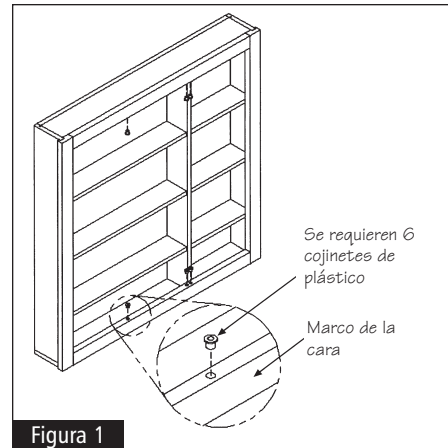

Figura 1
- 1** Introduzca los cojinetes de plástico en la parte superior e inferior del marco de la cara golpeándolos suavemente. Vea la figura 1.